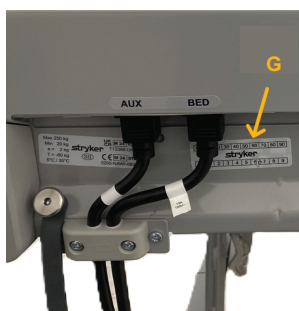

Figura 34 – Rótulo do contador de calibração
4. Retire o rótulo do contador de calibração da balança atual (Figura 34).
6. Cole o rótulo do contador de calibração da balança perfurado no produto (Figura 34).